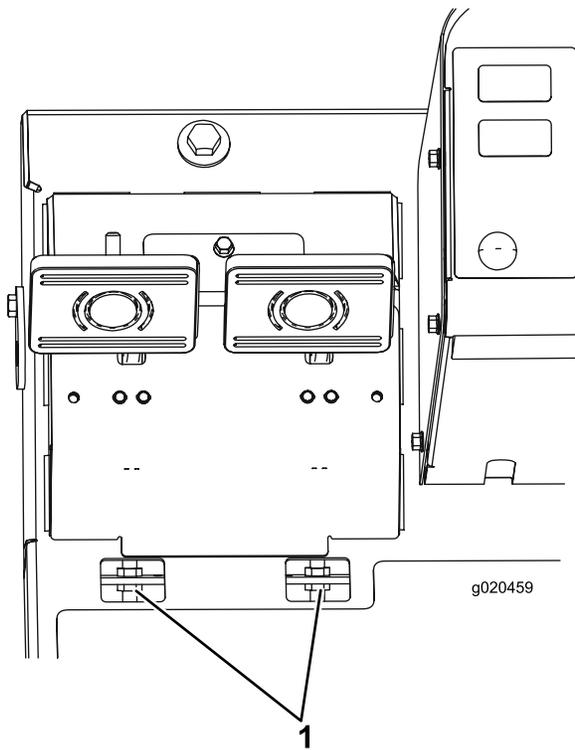

Figura 64
- B. Allentate il dado anteriore sull'estremità filettata del cavo del freno (Figura 64).